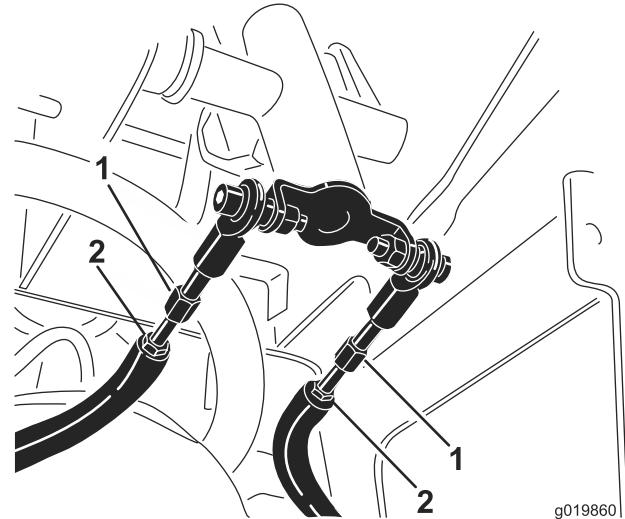

Figura 56
- Desaperte as porcas de bloqueio nas barras de tração, debaixo do painel de controlo (Figura 56).